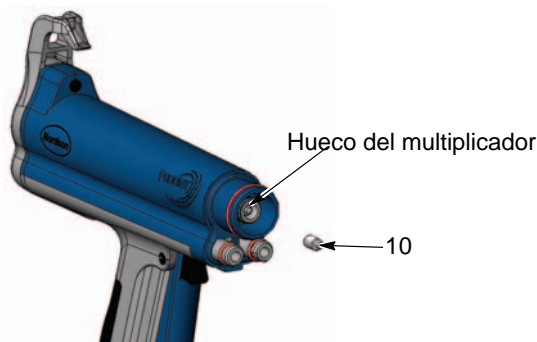
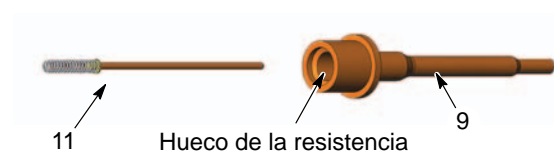

Figura 5 Extracción del separador de contacto
Figura 6 Extracción de la resistencia del soporte
- Ver la figura 5. Extraer el separador de contacto (10) del hueco del multiplicador. Quitar la grasa dieléctrica del separador de contacto.
- Ver la figura 6. Retirar la resistencia (11) del soporte de la resistencia (9).
- Ver la figura 6. Inyectar aproximadamente 0,60 cc de grasa dieléctrica en el hueco de la resistencia.
- Introducir la resistencia (11) en el soporte (9) hasta que toque el fondo y después rellenar el hueco con aproximadamente 0,8 cc de grasa dieléctrica.
- Ver la figura 5. Introducir el separador de contacto (10) en el hueco del multiplicador. Llenar el hueco del multiplicador con grasa dieléctrica.